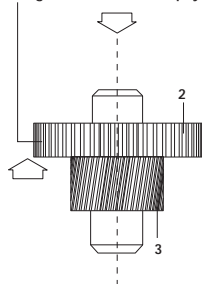

fig. 3
- 9) If you have to remove gear-wheels secured to the shaft with resistance, proceed as in fig.3. When installing the new gear-wheel, take care to fit it by centering it perfectly on the shaft to ensure it is correctly secured. Free the gears 2 and
- 9) Falls es erforderlich sein sollte, die Zahnräder auszubauen, die im Übermaß an der Welle angebracht worden sind. Dazu bitte entsprechend den Anleitungen in Abb.3 vorgehen. Während des Montagevorganges des neuen Zahnrades unbedingt darauf achten, dass dieses zentriert auf der Welle angebracht wird, um ein einwandfreies Einsetzen zu gewährleisten. Die Zahnräder 2 und 3 mit einer Buchse unter Zuhilfenahme einer Presse oder eines robusten Schraubstocks
- 9) Si fuese necesario desmontar las ruedas dentadas plantadas sobre el árbol con interferencia proceder como indicado en la fig. 3, poniendo atención durante la fase de montaje de la nueva rueda dentada para introducirla centrándola perfectamente sobre el árbol de modo de realizar una operación correcta.
in fig. 3 avendo cura in fase di montaggio della nuova ruota dentata di inserirla centrandola perfettamente sull'albero per ottenere un piantaggio corretto. Sbloccare gli ingranaggi 2 e 3 servendosi di una bussola con l'ausilio di una pressa o di una morsa robusta e rimontare il nuovo ingranaggio usando lo stesso sistema all'inverso.
indiqué en fig. 3; lors de la phase de montage de la nouvelle roue dentée, prendre garde à l'insérer en la centrant parfaitement sur l'arbre pour la planter correctement. Débloquer les engranages 2 et 3 à l'aide d'une douille et d'une presse ou d'un étau solide, et remonter le nouvel engrenage en utilisant le même système en sens inverse.